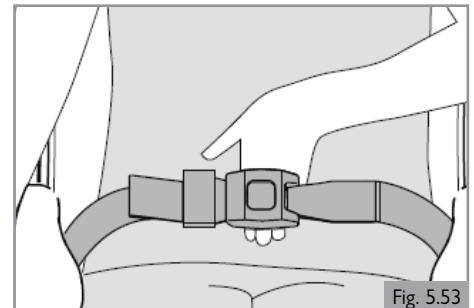

Fig. 5.53
1. Ajuste el cinturón pélvico adecuadamente, dejando un espacio no mayor al ancho de una mano para más comodidad y seguridad. (Fig. 5.53)